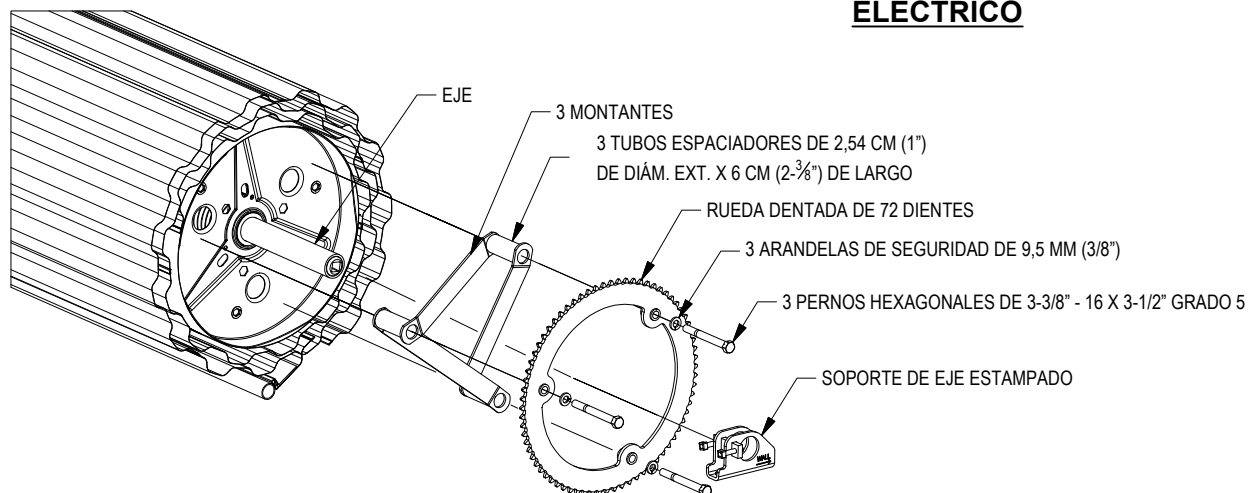

FIGURA 15:
- ▶ Deslice el soporte de eje estampado sobre el eje, con la flecha apuntando hacia la pared, hasta que queden aproximadamente 3,5 cm (1-3/8") del eje fuera del soporte de eje estampado. Vea la figura 15.